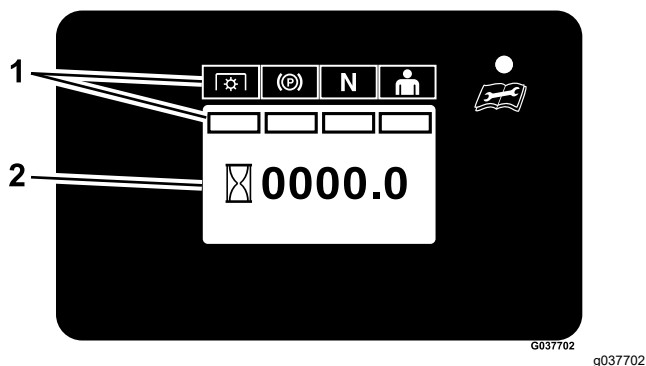

Figura 9
- Se o cortador de grama não estiver equipado com um sensor de combustível, apenas os indicadores de intertravamento de segurança e o horímetro serão exibidos, como mostrado em Figura 9.